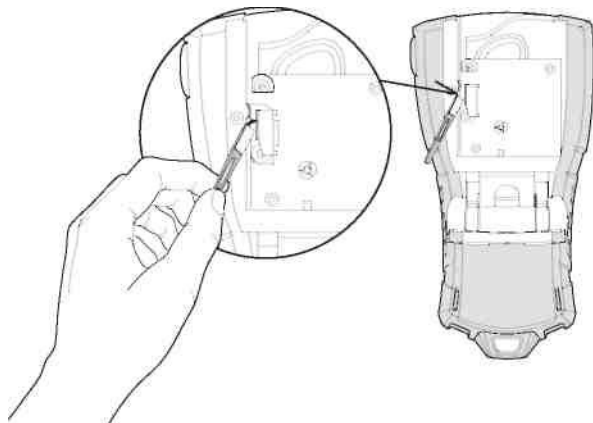

Рис. 7
3. Аккуратно протрите печатающую головку принтера обитой стороной инструмента. См. рис.7